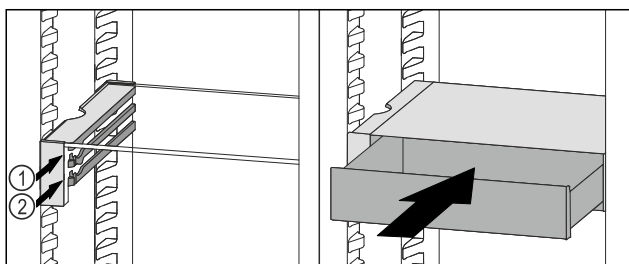

Fig. 164
- Nasaďte zásuvku VarioSafe za zářky na požadovaném žebře Fig. 164 (1) nebo Fig. 164 (2).